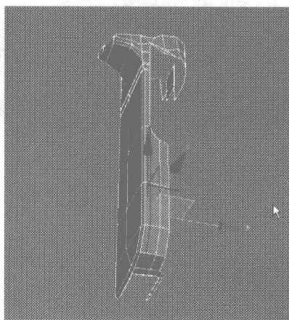

图 4.410
- 01 选择如图 4.410 所示的边线，在 Edit Edges 卷展栏中单击 **Split** 按钮，将其沿此边线分割。